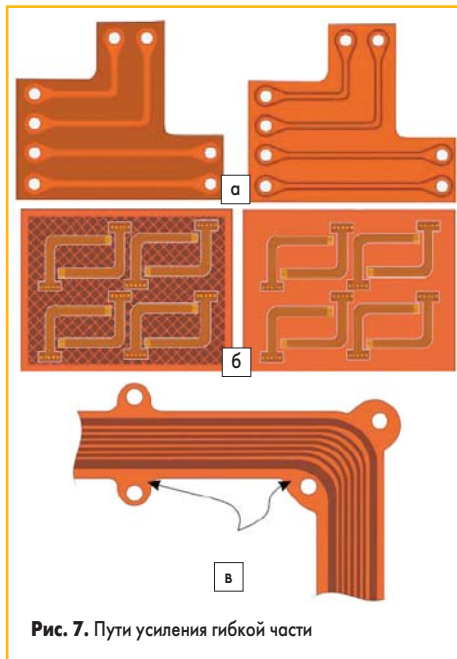

Рис. 7. Пути усиления гибкой части
Традиционные пути усиления гибкой части (рис. 7):
- усиливать гибкие части медью (рис. 7а);
- усиливать панели медью (рис. 7б);
- усиливать контур медью (рис. 7в).